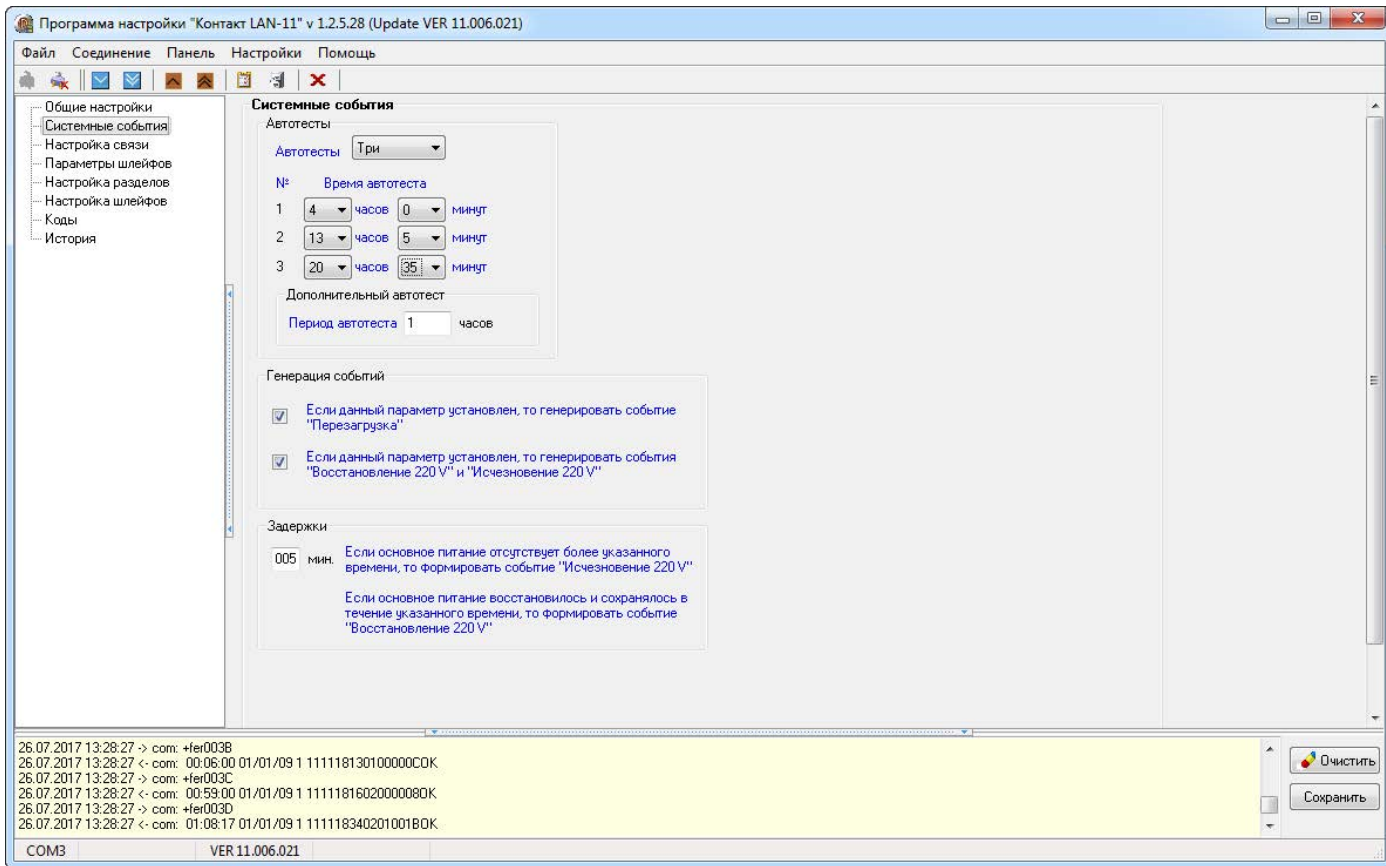

Рисунок 6. Системные события
Благодаря системным событиям (рис. 6) появляется возможность отслеживания работоспособности каналов связи оффлайн и исправности питания панели.
*Например, при настройках, указанных на рис. 6, автотест будет генерироваться в 4:00, 13:05 и 20:35.*